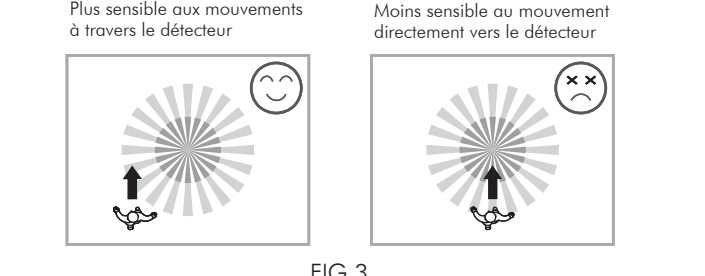

FIG. 3
- 3.1.2 Faites attention au sens de marche lors de l'essai. Il est plus sensible au mouvement à travers le détecteur et moins sensible au mouvement directement vers le détecteur, ce qui réduira la couverture de détection (voir FIG. 3).